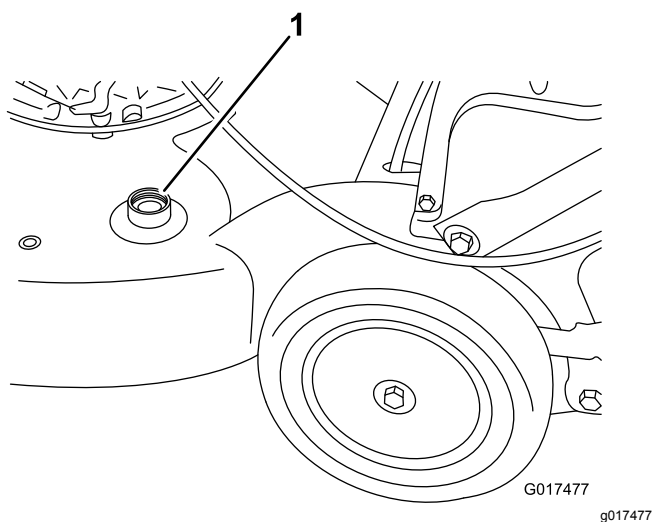

Figure 40
3. Branchez un tuyau d'arrosage, relié à une arrivée d'eau, au raccord de lavage (Figure 40).